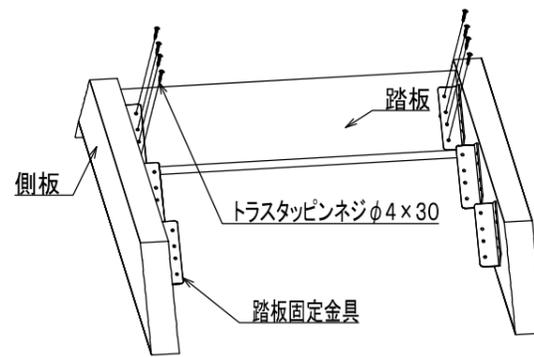

図4. 踏板的取付
③ 階段の組立・取付
- (1) 側板に取り付けられている踏板固定金具の上に踏板を置き、トラスタップピンネジφ4×30で固定して下さい(図4)。